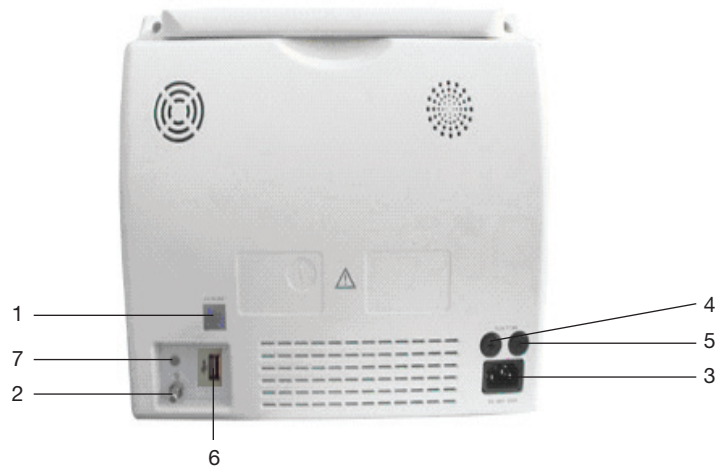

Figura 1-4 Painel Traseiro
No painel traseiro estão os seguintes soquetes- Figura 1-4:
- Usar o cabo de força fornecido com o monitor. Ligue o cabo de força no conector de entrada do monitor (Soquete- Figura 1-4). Conecte a linha de força a uma tomada de 3 pinos aterrada.